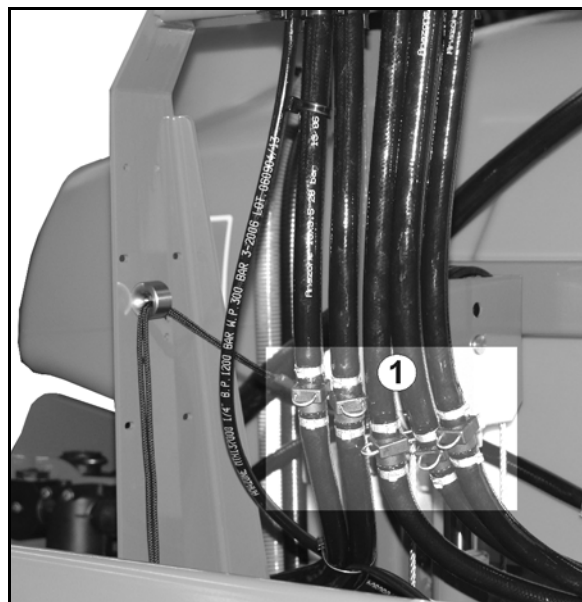
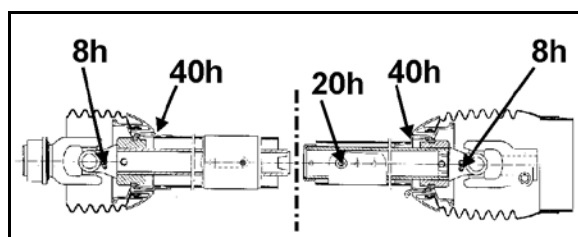

Fig. 134
Fig. 135
2. Afmonter og rengør sugefiltret (Fig. 134/1). Se hertil på side 165.
- 5.1 Tøm trykfiltret (Fig. 134/2) via hanen **C**.
- 5.3 Skru omrørerslangen (Fig. 135/4) (fra hane **C**) af sprøjtevæskebeholderen.
6. Skru tilløbsslangen (Fig. 135/1) af reguleringsventilen. Tilløbsslangen (Fig. 135/1) forbinder VARIO-skift-tryksiden (Fig. 134/B) med sugearmaturet.
7. Skru delbreddearmaturets tilbageløbsslange (Fig. 135/2) af VARIO-skift-sugesiden (Fig. 134/A).
9. Fjern slangen til indvendig rengøring (Fig. 135/3) fra VARIO-skift-tryksiden (Fig. 134/B).
14. Skift flere gange mellem alle positioner på VARIO-skift-sugesiden (Fig. 134/A) og VARIO-skift-tryksiden (Fig. 134/B).